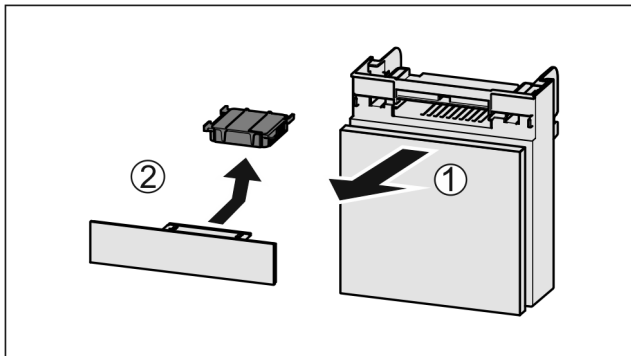

Fig. 128
- ▶ Extraire le compartiment par l'avant Fig. 128 (1).
- ▶ Sortir le filtre à charbon actif Fig. 128 (2).